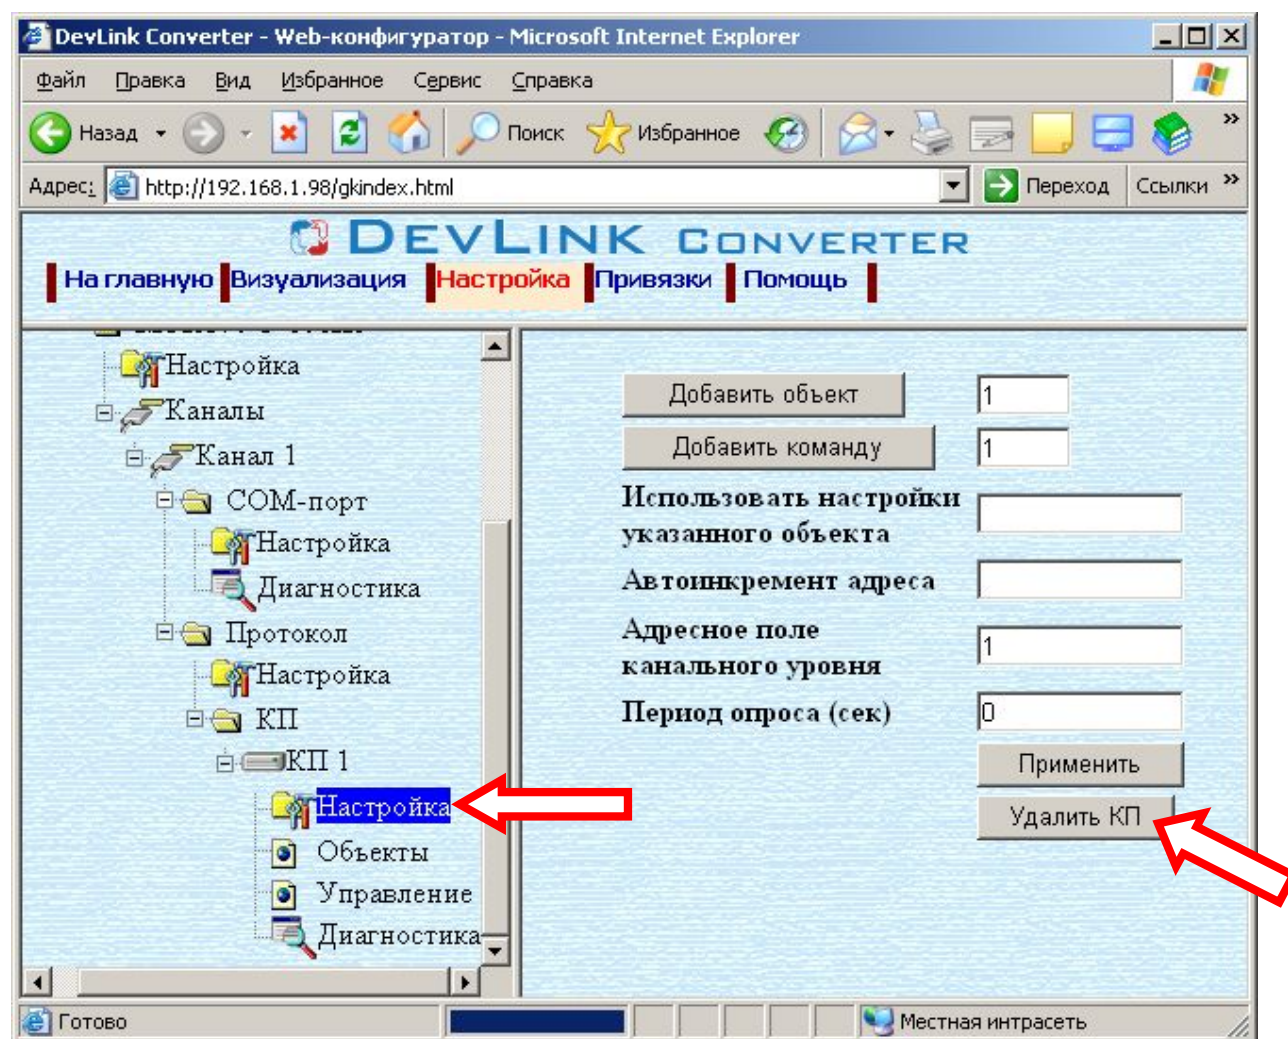

Рисунок 3.7 – Удаление КП
- Выберите в дереве объектов *папку «Настройка»* нужного КП канала драйвера (рисунок 3.7).